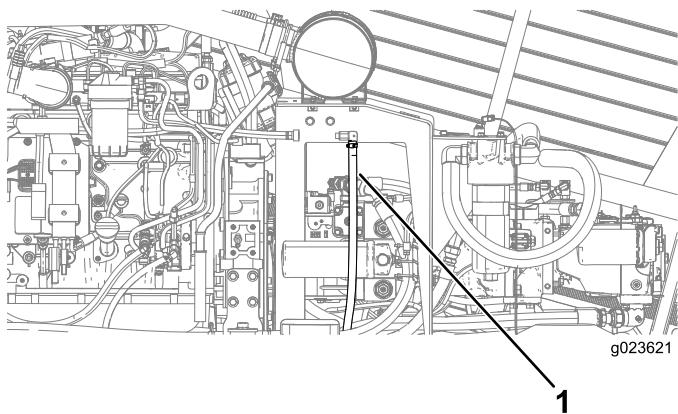

Figura 115
3. Tire suavemente hacia fuera del tubo de ventilación del cárter (Figura 115).
4. Limpie el extremo del tubo de ventilación del cárter (Figura 115).